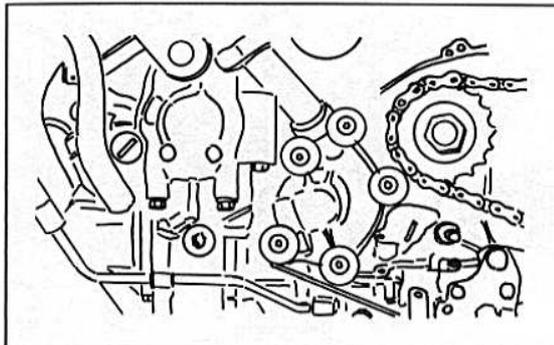

Bild 79
- Den Deckel der Kühlmittelpumpe abbauen, gleichzeitig das Kühlmittelrohr aus den Anschlussbohrungen entfernen (Bild 79).